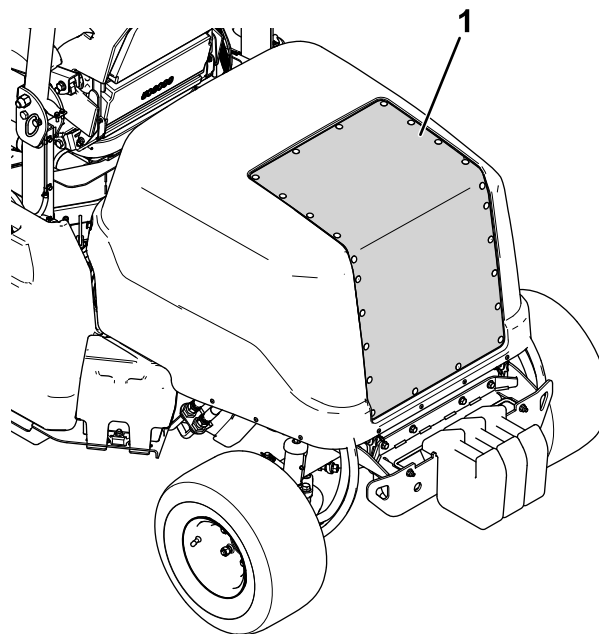

Figura 69
2. Utilizzate aria compressa per pulire la griglia del cofano (mostrata nella Figura 69). Indirizzate l'aria all'esterno della macchina.